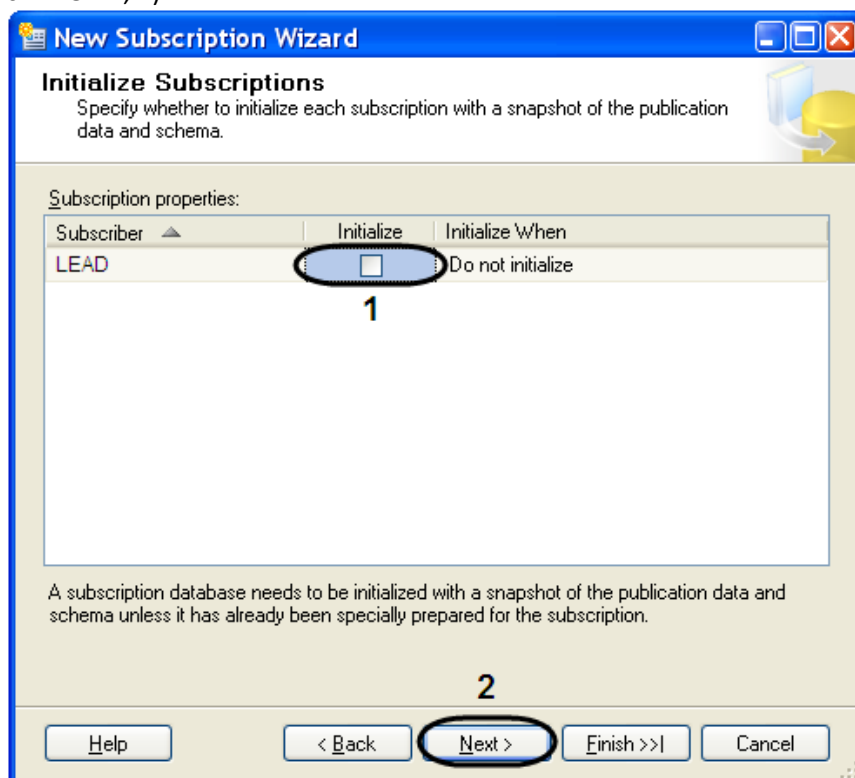

Рис. 11.3-21. Инициализация подписчика
- 20.1. В случае добавления первого публикующего сервера установить флажок «Initialize» (Рис. 11.3-21, 1).
- 20.2. В случае добавления второго и последующих серверов снять флажок «Initialize» (Рис. 11.3-21, 1).
21. Для продолжения нажать кнопку «Next>» (см. Рис. 11.3-21, 2).